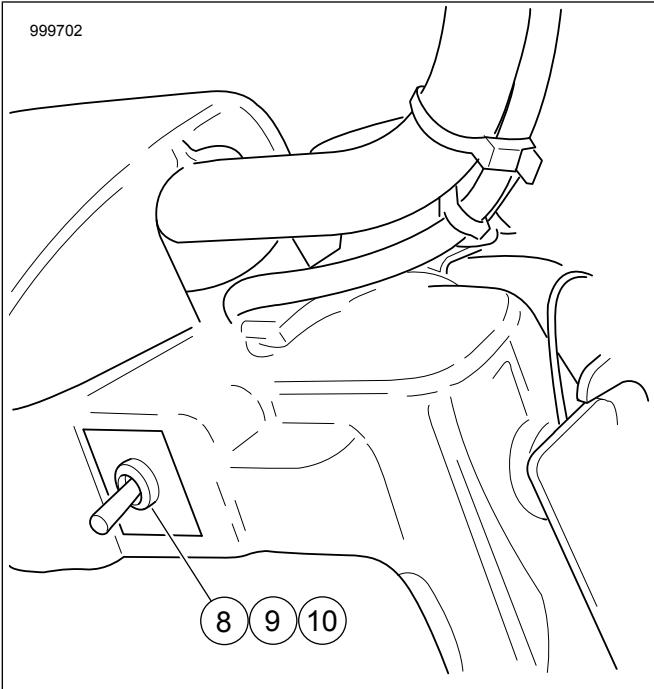

Рисунок 6. Расположение выключателя не на обтекателе
- b. **Транспортные средства без обтекателя:** См. Рисунок 6 . Установите гайку (8), наклейку (9) и переключатель (10) в правое отверстие доступа. Подключите выключатель к жгуту проводов, который находится под обтекаемым кожухом фары. На FLRT разъем [205] расположен под топливным баком в пластиковом кожухе для проводов. См. руководство по техническому обслуживанию.